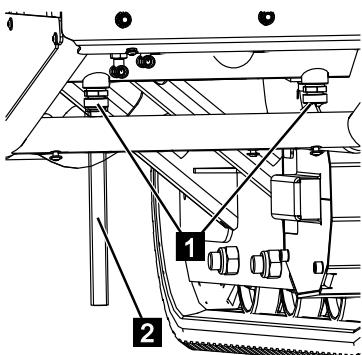

Abb. 240
4. Einen geeigneten Ölauffangbehälter unter die Ölablassschraube (Abb.240/1) stellen.
5. Deckel der Ölablassschraube (Abb.240/1) öffnen.
6. Ölablassschlauch (Abb.240/2) auf die Ölablassschraube drehen. Hierbei wird die Verschraubung geöffnet und das Hydrauliköl kann abfließen.